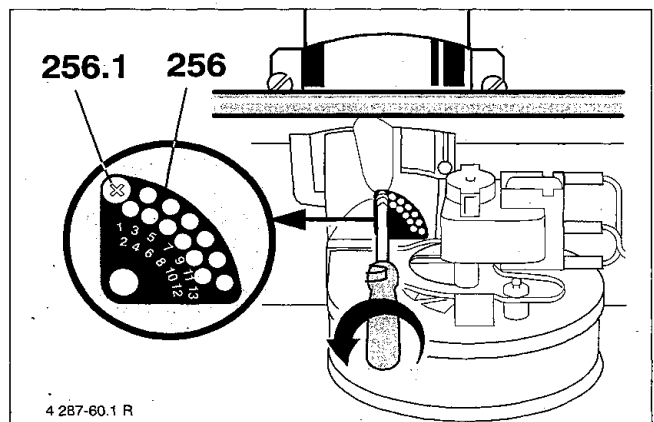

Bild 66
- Drehen Sie die Schraube (256.1) an der Drosselblende (256) heraus (Bild 66).